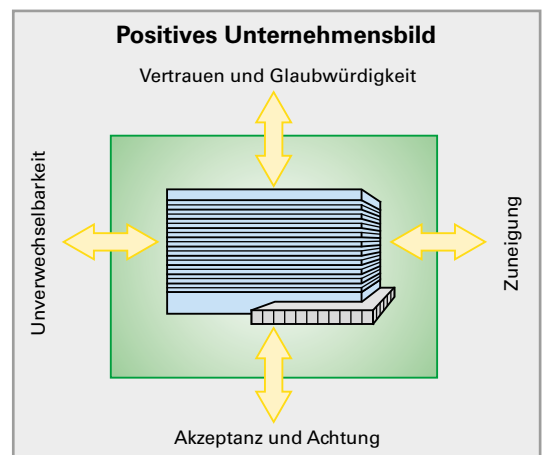

Bild 2: Positives Unternehmensbild
- Unverwechselbarkeit (**Bild 2**).